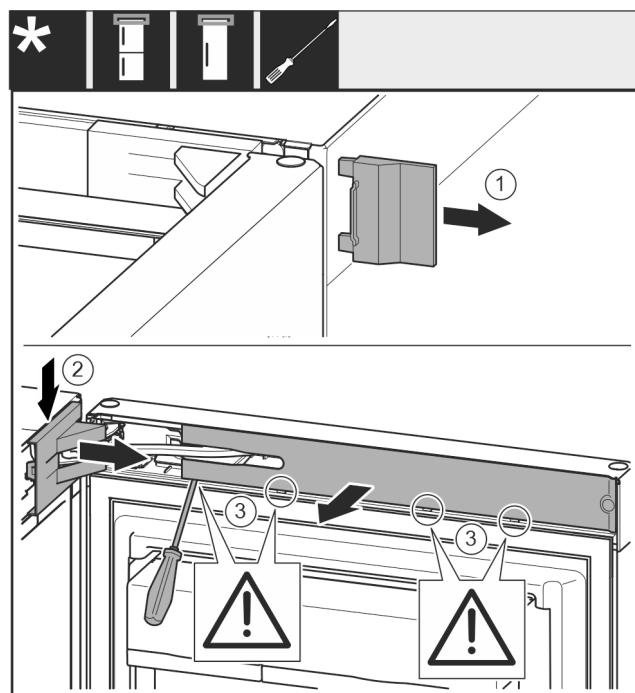

Fig. 5
- ▶ Võtke välimine kate ära. Fig. 5 (1)
- ▶ Haakige lahti ja vabastage laagripuki kate. Võtke laagripuki kate maha. Fig. 5 (2)
- ▶ Haakige ilukate lapikruvikeerajaga lahti ja keerake küljele. Fig. 5 (3)